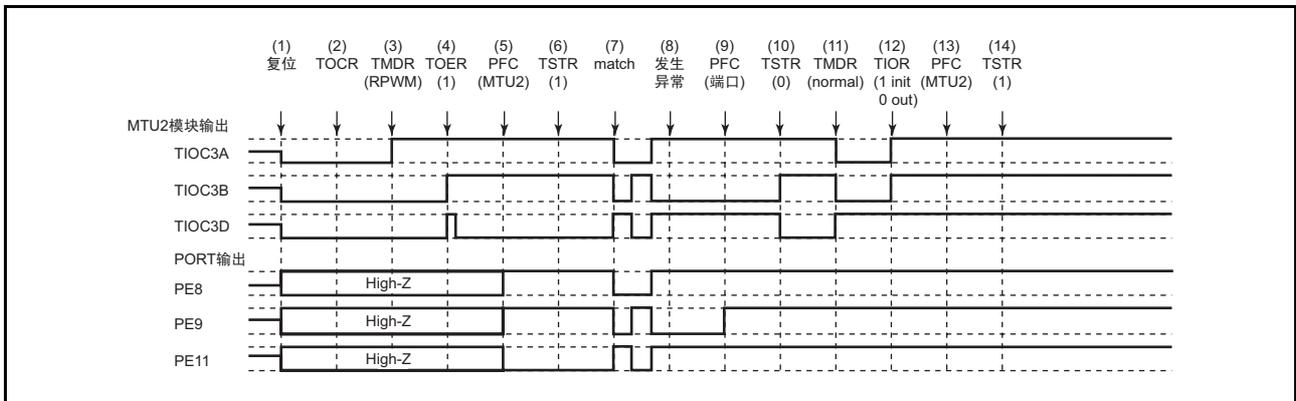

图 10.161 在复位同步 PWM 模式中发生异常并在正常模式中恢复
在复位同步 PWM 模式中发生异常，重新设定后在正常模式中重新开始的说明如图 10.161 所示。
(1) ~ (10) 与图 10.161 相同。
(11) 必须设定 PWM 模式 1 (MTU2 输出的正相为低电平，反相为高电平)。
(12) 通过 TIOR 初始化引脚 (在 PWM 模式 1 中不初始化 TIOC*B)。
(13) 必须通过 PFC 设定为 MTU2 输出。
(14) 通过 TSTR 重新开始。
(28) 在复位同步 PWM 模式的运行中发生异常并在互补 PWM 模式中重新开始时的运行
(11) 必须通过 TOER 禁止通道 3、4 的输出。
(12) 必须通过 TOCR 选择互补 PWM 的输出电平并允许或者禁止周期输出。
(13) 设定互补 PWM (MTU2 的周期输出引脚为低电平)。
(14) 必须通过 TOER 允许通道 3、4 的输出。
(15) 必须通过 PFC 设定为 MTU2 输出。
(16) 通过 TSTR 重新开始。
(29) 在复位同步 PWM 模式的运行中发生异常并在复位同步 PWM 模式中重新开始时的运行
(11) 必须通过 PFC 设定为 MTU2 输出。
(12) 通过 TSTR 重新开始。
(13) 通过产生比较匹配，输出复位同步 PWM 波形。